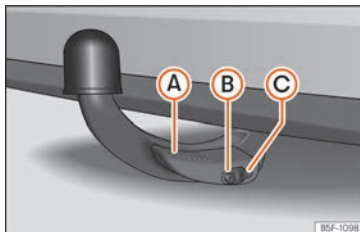

Fig. 256 Gancho de remolque fijado correctamente
- La palanca (A) está arriba » fig. 256.
- La parte roja y verde del perno de desbloqueo (B) es completamente visible » fig. 256.
- La tapa (C) está sobre la cerradura » fig. 256.
- Al liberar el gancho de remolque, para evitar pillarse los dedos, se recomienda **mantener las manos retiradas de la palanca (A)** » fig. 256.